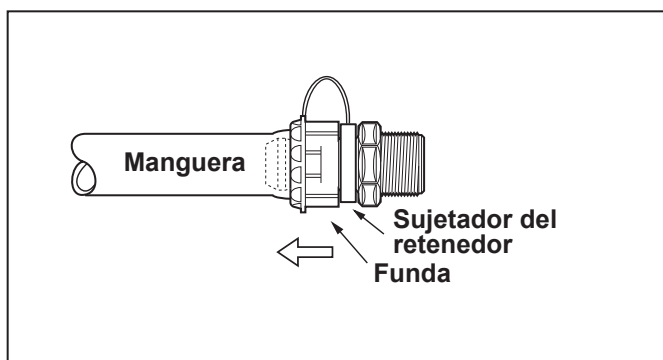

Figura 6. Instale el broche de retención
5. Sosteniendo la manguera en su lugar, jale y gire la funda de la conexión rápida sobre la manguera, lo más lejos posible. Encaje el broche de retención en su lugar. Véase Figura 6.
**NOTA** El broche de retención debe estar instalado. Si la funda no puede ubicarse sobre la conexión rápida para permitir que el broche de retención se deslice hasta su lugar, consulte la Figura 6. Humedezca la parte interior de la manguera con agua limpia y vuelva a intentarlo.
1. Verifique que la instalación sea correcta. Consulte la Figura 6.